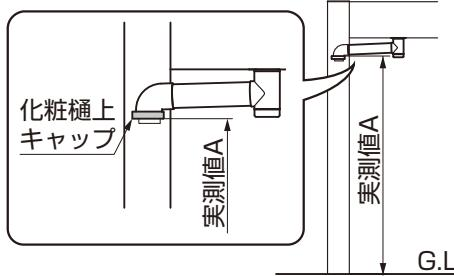

図2-5
- G.L.から化粧樋上キャップ下面までを実測し、堅樋、化粧樋カバーを加工してください。(図2-5、図2-6参照)
- 化粧樋カバーと堅樋を切断加工してください。(図2-5、図2-6参照)